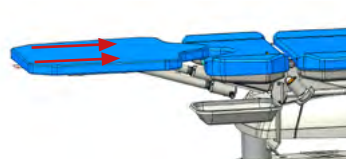
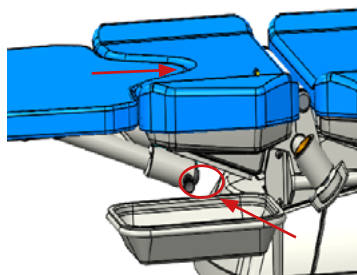

Fig. 2 Positionner l'extension de surface d'installation
Fig. 3 Détails de la goupille de verrouillage
- 3) Faire glisser l'extension de surface d'installation et l'amener le plus près possible du coussin d'assise (Fig. 2) jusqu'à ce que la goupille de verrouillage s'enclenche (Fig. 3)